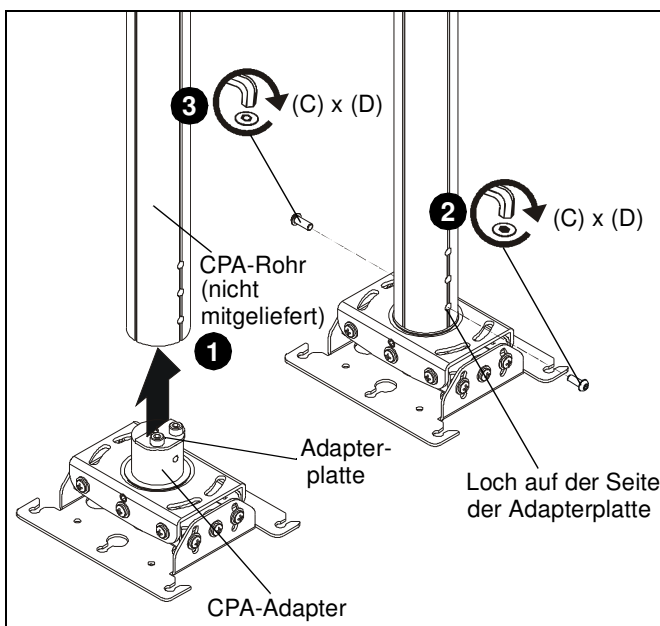

Abb. 1
1. Schieben Sie die RPE so in die untere Öffnung der (nicht mitgelieferten) CPA-Säule, dass die Löcher des CPA-Adapters der RPE und der CPA-Säule genau übereinander liegen. (Siehe Abb. 1)
2. Schrauben Sie entweder eine M6x16-Halbrundkopfschraube (C) oder eine Sicherheitsschraube (D) in das Loch auf der Seite des CPA-Rohrs, auf der sich die Adapterplatte des CPA-Adapters befindet. (Siehe Abb. 1)
3. Befestigen Sie die RPE (A) auf der gegenüberliegenden Seite des CPA-Rohrs mit der anderen M6x16-Halbrundkopfschraube (C) oder Sicherheitsschraube (D) an der CPA-Säule. (Siehe Abb. 1)